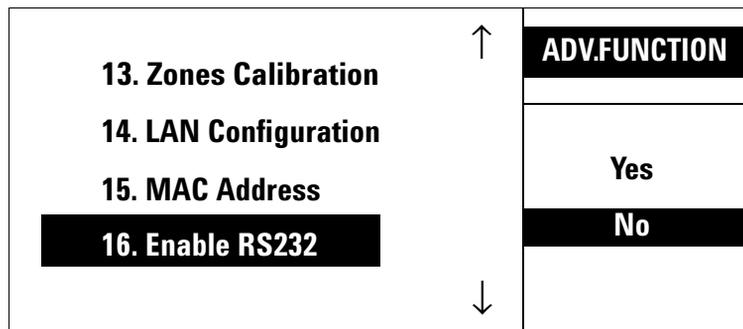

図 21 Enable RS232 画面
- 4 図 21 は、Enable RS232 画面です。カーソルを使用して、[ADV.FUNCT] リストから [No] を選択し、[Enter] を押します。